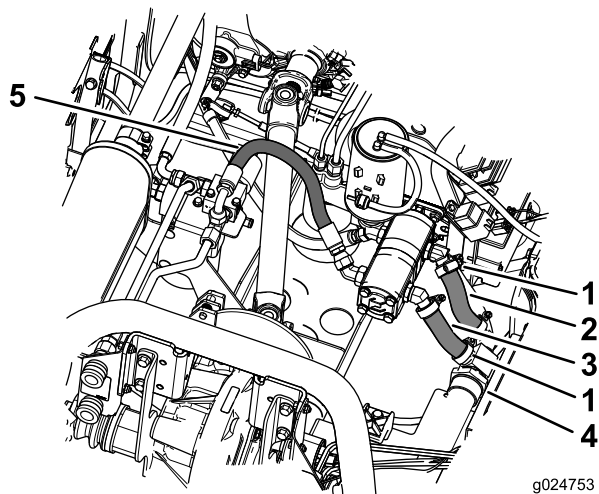

Figure 12
4. Montez le flexible hydraulique et les flexibles en tournant le grand raccord en T et le raccord à 90 degrés au bout des flexibles. Le fait de tourner les raccords facilite la pose des flexibles. Voir Figure 12.
5. Fixez les flexibles avec les colliers (Figure 12).